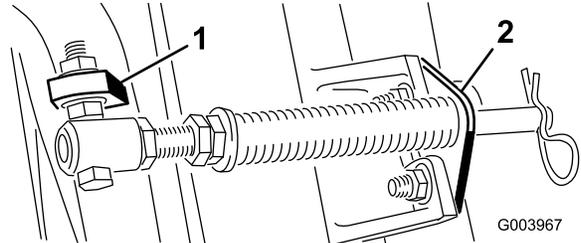

Bild 6
- C. Montieren Sie die Schraube des Federrohrs an der anderen Lasche am Trägerrahmen und befestigen Sie sie mit der Bundmutter. Der Schraubenkopf zeigt zur Außenseite der Lasche, siehe **Bild 6**.
- D. Montieren Sie die Stangenhalterung mit den Schlossschrauben und Muttern an den Schneideinheitnasen (**Bild 6**).